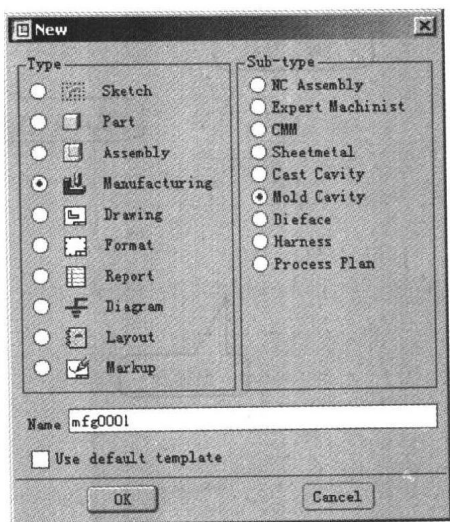
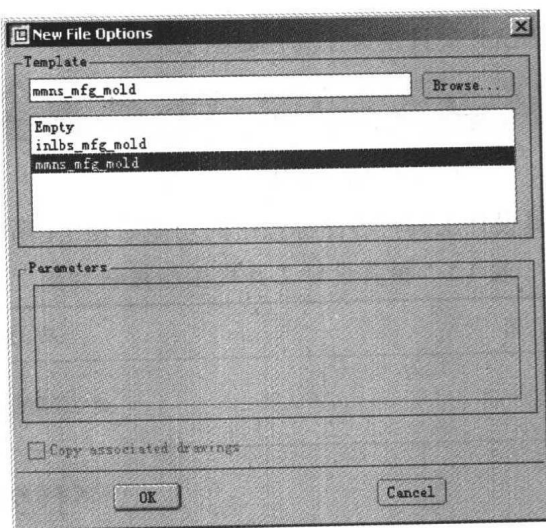

图 1.4 “New”对话框
图 1.5 “New File Option”对话框
(1) 选择菜单“File”->“New...”命令，打开如图 1.4 所示的“New”对话框。
(2) 在如图 1.4 所示的“New”对话框的“Type”区域中选择“Manufacturing”单选按钮；在“Sub-type”区域中选择“Mold Cavity”单选按钮；在“Name”文本框中输入模具设计文件名；单击“Use default template”复选框去掉复选标记。最后单击“OK”按钮打开如图 1.5 所示的“New File Option”对话框。
(3) 在如图 1.5 所示的“New File Option”对话框的“Template”区域中选择“mms_mfg_mold”，单击“OK”按钮进入模具设计环境。